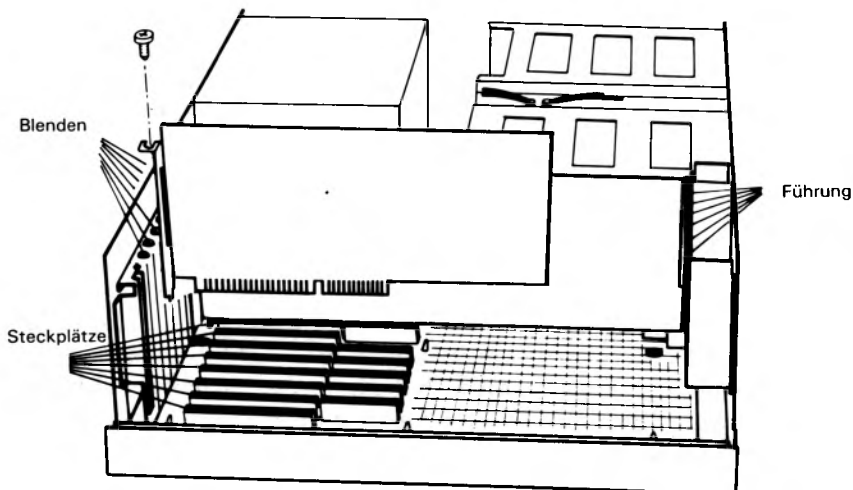

Abbildung 2-3
1. Entfernen Sie die Blende von dem Steckplatz, den Sie verwenden wollen. Jede Blende wird von einer einzelnen Schraube festgehalten (Abbildung 2-3).
2. Stecken Sie die Adapterplatine von oben in den Steckplatz auf der Hauptplatine. Wenn es sich um eine «lange» Adapterplatine handelt, achten Sie darauf, daß das Ende der Platine auf der Seite des Lautsprechers in seiner Führung steckt (Abbildung 2-3).